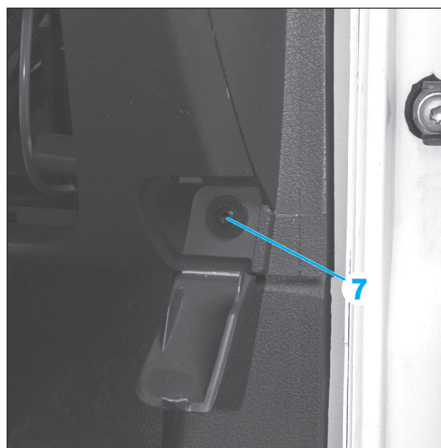

Fig. 5
- Dégrafer le cache et déposer la vis (7) (Fig.5).